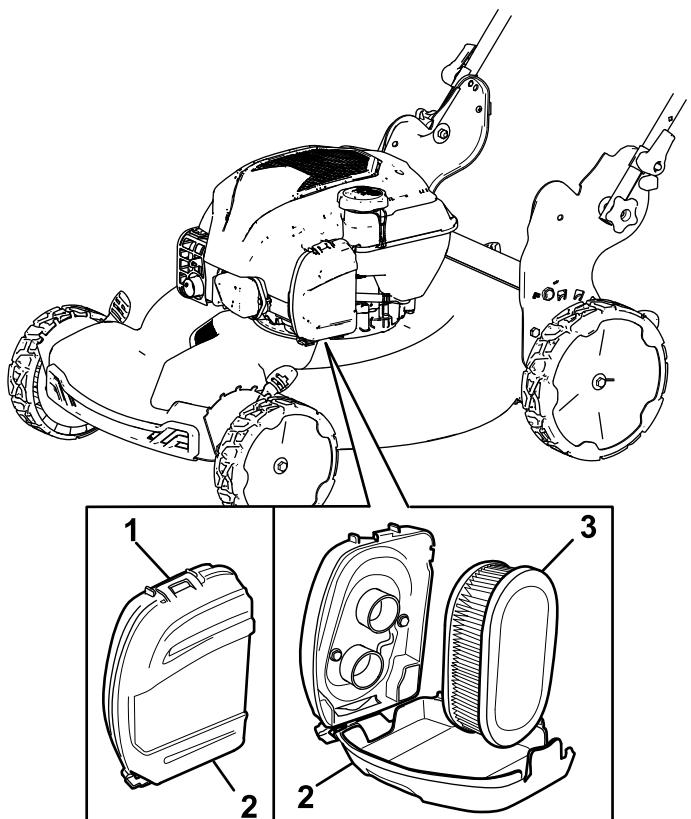

Figura 18
- Desencaixe a parte superior da cobertura do filtro de ar (Figura 18).
- Retire o filtro de ar (Figura 18).